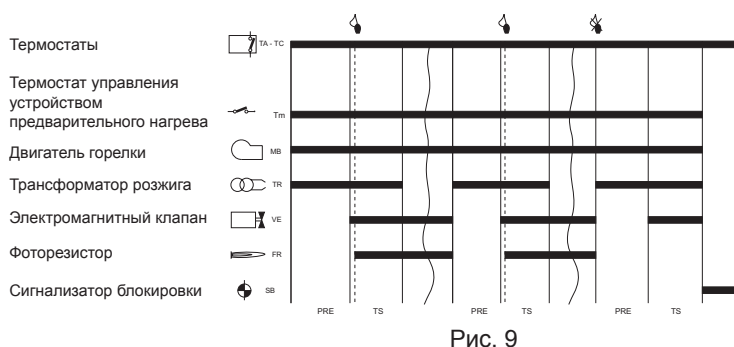

Рис. 9
- Горелка начинает работать в соответствии с рис. 10а, 10b и диаграммой, приведенной на Рис. 9: